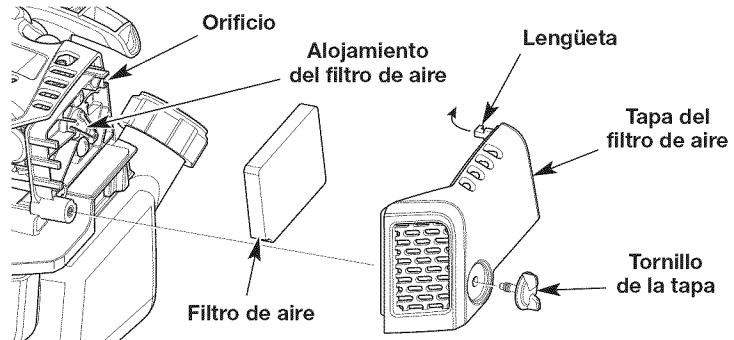

Fig. 22
1. Desenrosque completamente el tornillo de la tapa. Gire la cubierta del filtro de aire hacia la derecha. Extraiga la tapa del filtro de aire del alojamiento de dicho filtro (Fig. 22).
2. Extraiga el filtro de aire de su alojamiento (Fig. 22).
6. Vuelva a instalar el filtro de aire en su alojamiento (Fig. 22).
7. Inserte la lengüeta sobre la cubierta del filtro de aire dentro del orificio en el alojamiento del filtro de aire. Gire la cubierta del filtro de aire hacia la izquierda. Oprima la tapa del filtro de aire nuevamente en el alojamiento de dicho filtro. Inserte el tornillo de la tapa dentro de la tapa del filtro de aire. Apriete el tornillo de la tapa para sujetar dicha tapa (Fig. 22).